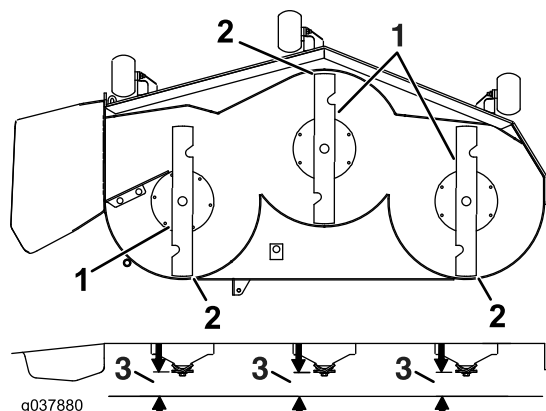

Figura 86
7. Verificarea planeității lamei față-spate (**Figura 86**). Asigurați-vă că vârful lamei față este mai coborât decât vârful lamei spate, aa cum este ilustrat în tabelul privind înălțimea blocului i cuitul pentru tuns. Dacă sunt necesare reglaje, continuați cu această procedură.